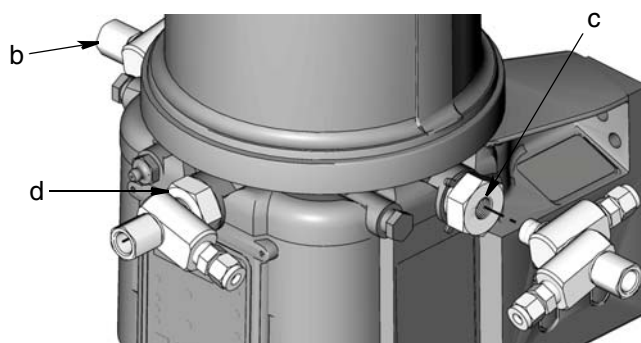

FIG. 8
7. Instale este conjunto en el elemento de bomba (c) situado en la parte derecha (visto desde la parte delantera) en la G3. Deje el perno lo suficientemente suelto para que el adaptador bajo gire (FIG. 8).